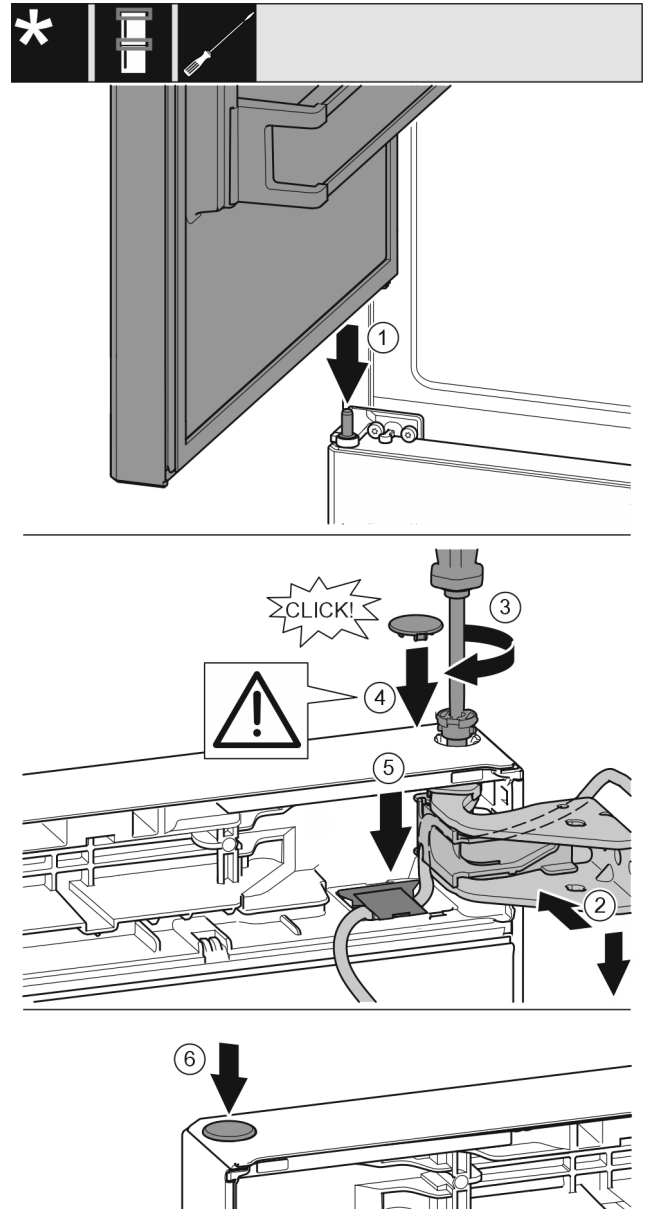

Fig. 43
- Obere Tür auf mittleren Lagerbolzen Fig. 43 (1) setzen.
- Tür oben zur Öffnung im Lagerbock ausrichten. Fig. 43 (2)
- Bolzen Fig. 43 (3) einsetzen und mit Schraubendreher festschrauben.
- Sicherungsabdeckung Fig. 43 (4) zur Sicherung der Tür montieren: Sicherungsabdeckung einsetzen und kontrollieren ob sie auf der Tür aufliegt. Ansonsten Bolzen vollständig einsetzen.
- Abdeckung Fig. 43 (5) einsetzen und nach unten drücken bis sie einrastet.
- Stopfen Fig. 43 (6) einsetzen.